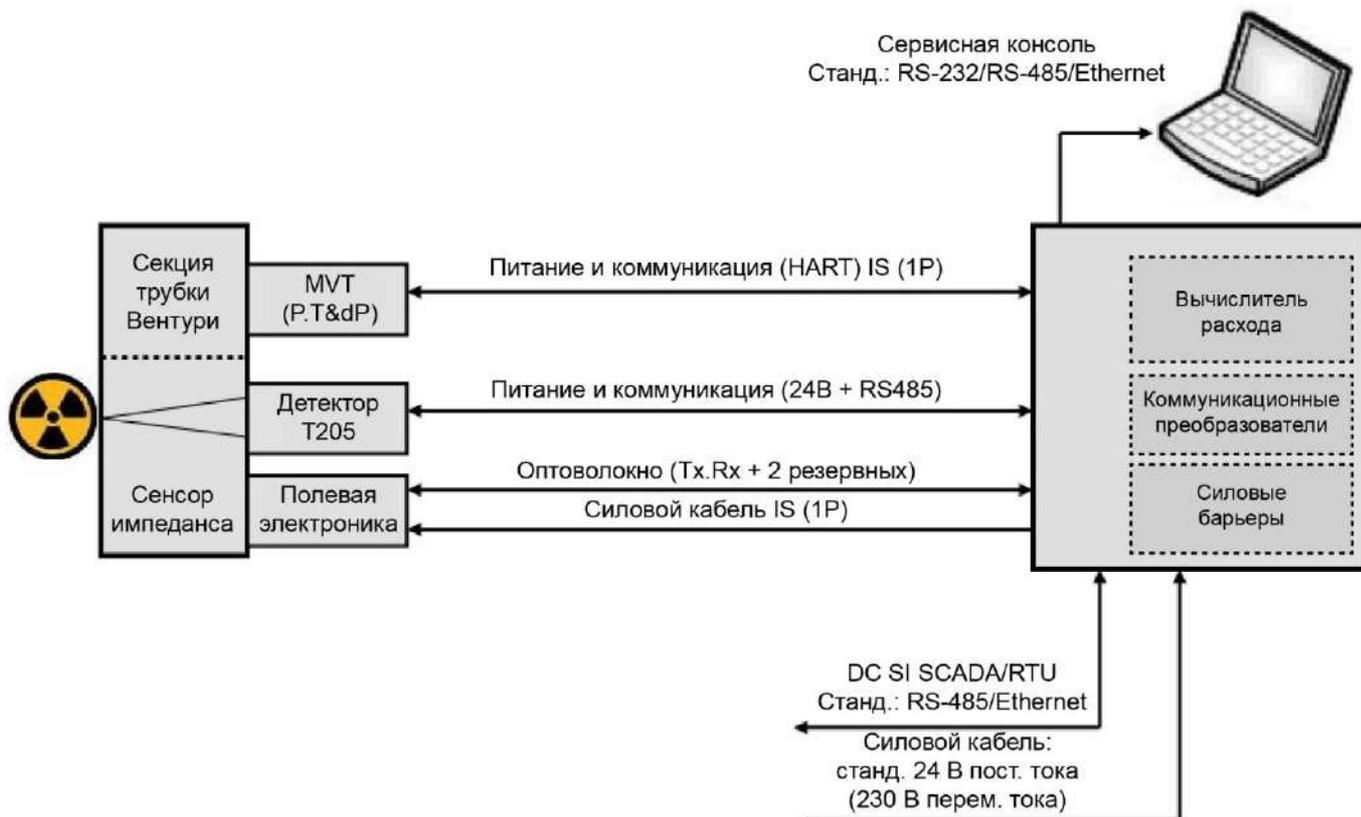

Рисунок 2. Блок-схема Roxar MPFM 2600
- передняя и задняя панель, устанавливаемые на 19-дюймовую стойку (см. раздел 5.10, 6.5 и рисунок 2).